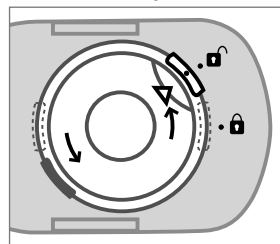

Рис. 2
3. Расположите ингаляционную камеру вертикально на столе. Отсоедините верхнюю часть ингаляционной камеры от самой камеры. Для этого поверните крышку ингаляционной камеры против часовой стрелки, так, чтобы маркер «▶●» указывал на «●» (рис. 2). Потянув крышку ингаляционной камеры вверх, извлеките ее.